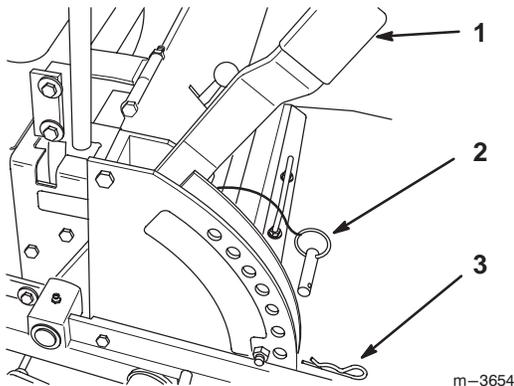

Figure 10
1. Relevez le levier de sélection de hauteur de coupe en position de transport (qui correspond aussi à la hauteur de coupe de 114 mm (4,5 po)) (Fig. 10).
2. Pour changer de hauteur de coupe, retirez la goupille fendue et l'axe de chape du support de hauteur de coupe (Fig. 10).
3. Placez l'axe de chape dans le trou du support correspondant à la hauteur de coupe voulue (Fig. 10).
4. Fixez l'axe de chape avec la goupille fendue (Fig. 10).